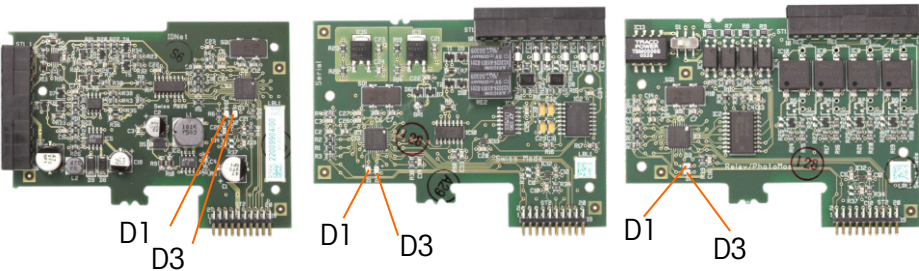

Figura 3-6: Ubicación de LED: Tarjetas IDNet, (izquierda), serial (centro) y E/S discontinuas
2. Ingrese a **Configuración > Mantenimiento > Ejecutar > Respaldar a USB**. La pantalla mostrada en la Figura 3-6 se abre.